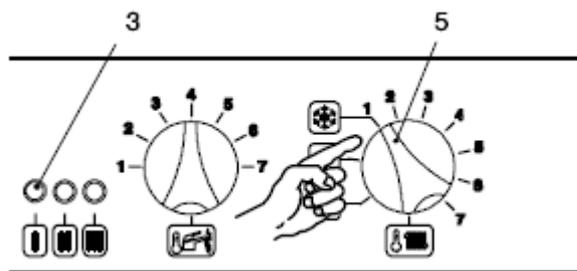

Fig. 6.3.
15. Alimentar electricamente a caldeira, accionando o interruptor bipolar. O indicador luminoso 3 da fig. 6.3., faz uma breve intermitência cada 4 segundos aproximadamente.
16. Colocar o comutador de função 5 na posição indicada na fig. 6.3. O indicador luminoso fica com intermitências de aproximadamente dois segundos.